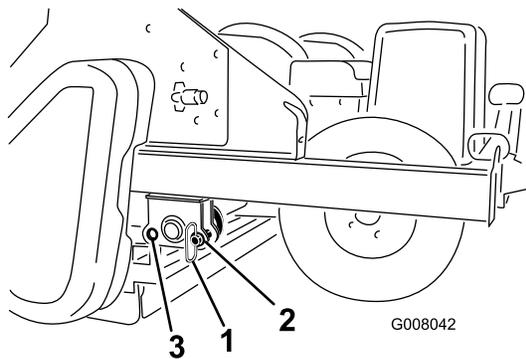

Bild 20
- Nehmen Sie die Parkstifte beim Betrieb aus dem vorderen Loch und stecken sie in das hintere Loch (Bild 20).